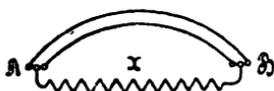

Fig. 19.
87. Es soll ein Widerstand von 0,1 [0,2] (0,4) hergestellt werden. Zu dem Zwecke fertigt man aus 2 [2] (2) Nickelin-Drähten von 1,6 [2] (1,8) mm Durchmesser, welche parallel geschaltet werden (Fig. 19), einen Widerstand von 0,101 [0,202] (0,404) Ω an und legt hierzu einen Nebenschluß, der aus einem 0,4 [0,24] (0,5) mm dicken Drahte desselben Materials besteht.